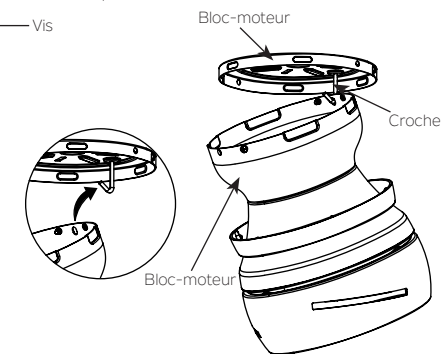

Fig.6
Étape 3. Accrochez le corps du moteur sur le support de fixation au plafond comme indiqué. Vous pouvez maintenant procéder au câblage électrique de votre ventilateur. (Fig.6)